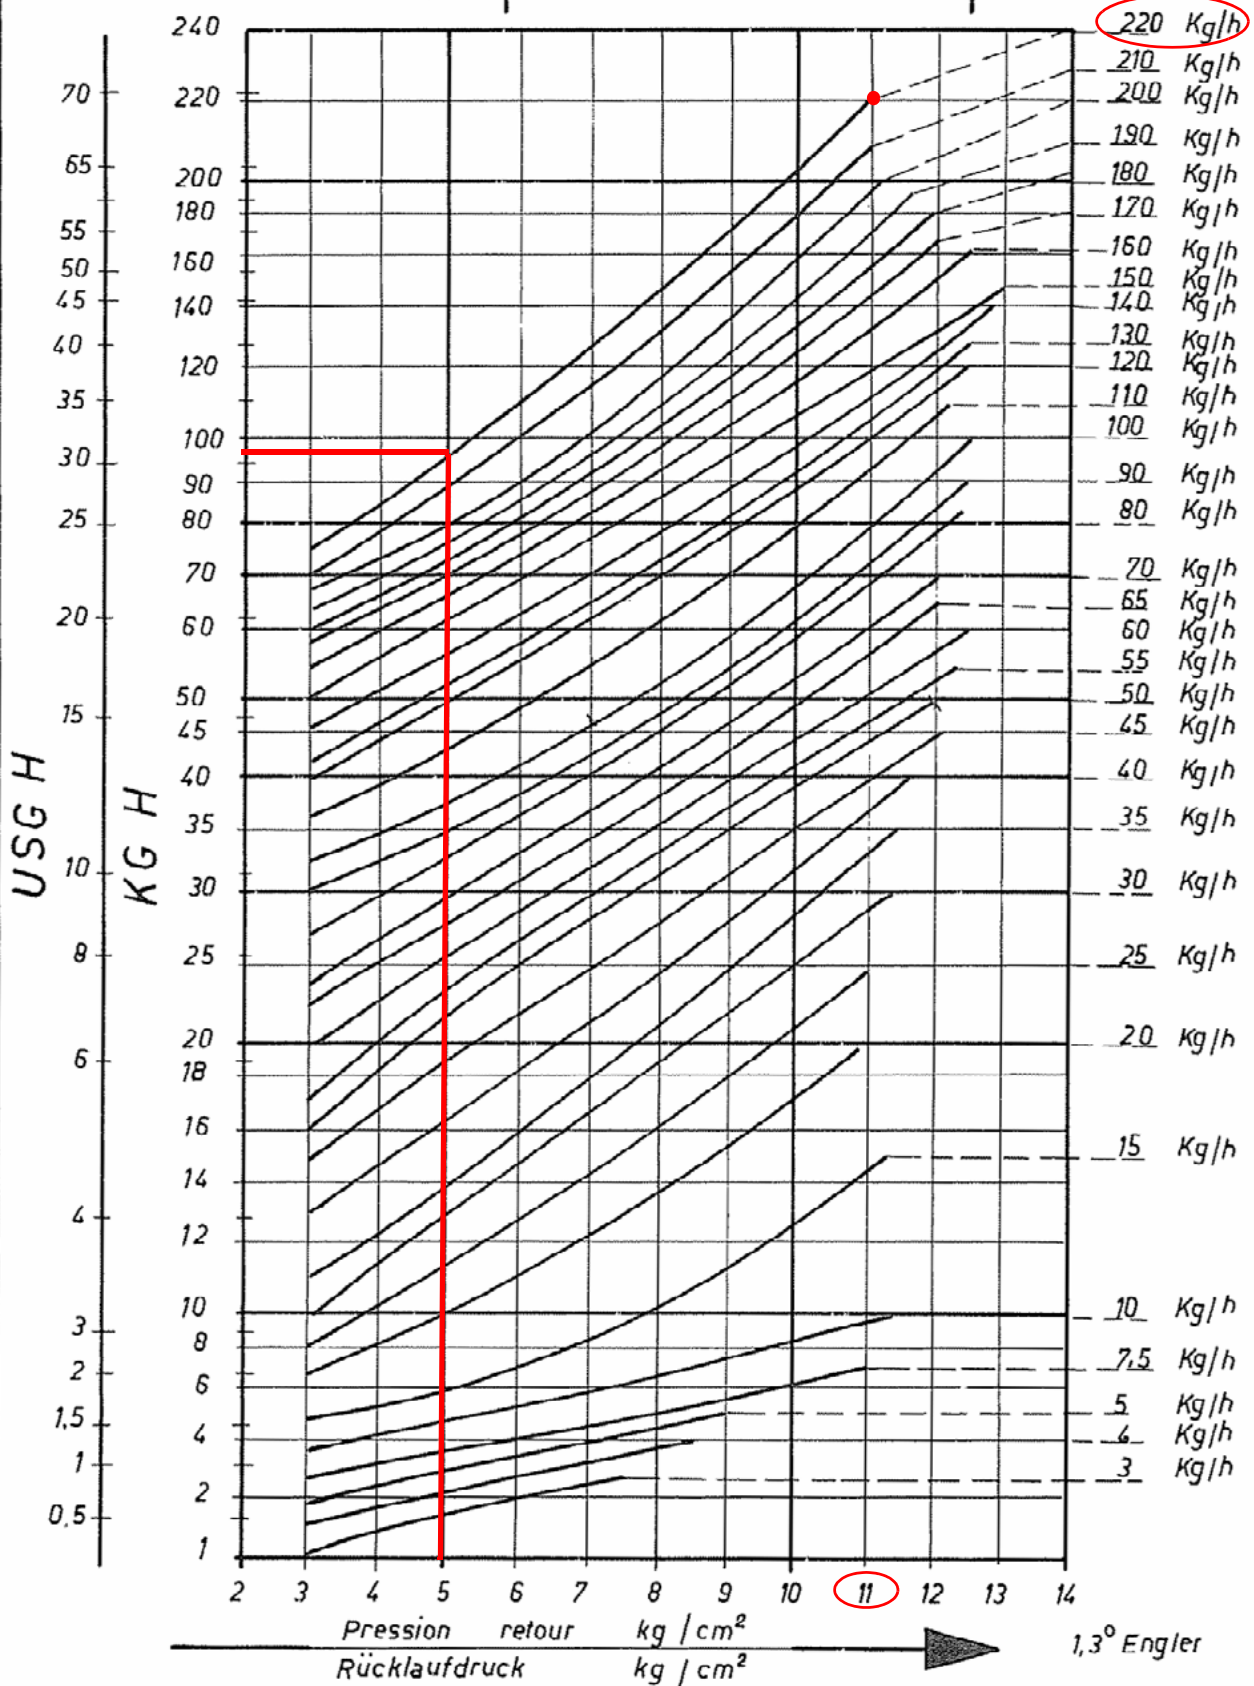
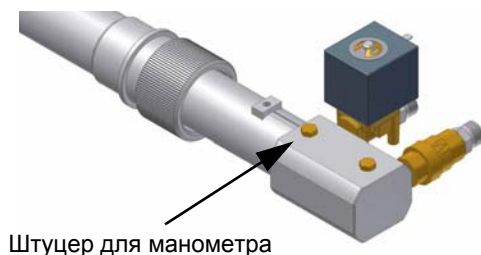
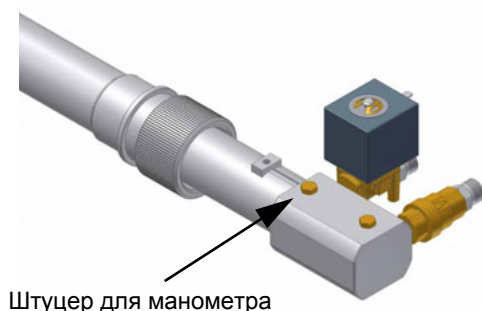

Рис. 16
Рис. 18
Рис. 21
Расход дизельного топлива регулируется за счет выбора форсунки (противопоточного типа), соответствующего мощности котла и типу применения размера, а также регулировки давления на прямом и обратном ходе жидкого топлива, согласно данных, указанных в таблице и на графике на Рис. 15 -Рис. 16 (для считывания давления - читайте последующие параграфы).
PG91 - PG92: Bergonzo A3 (Рис. 16)
Пример: если горелка укомплектована форсункой модели BERGONZO, с расходом, равным 220 кг/час, то максимальное давление обратного хода топлива регулируется примерно на 11 бар, имея на подаче давление в 20 бар: при таких условиях достигается расход в 220 кг/час. Если же необходимо на обратном ходе иметь давление, равное 5 барам, то нужно воздействовать на регулировочный винт V регулятора давления (см. следующий параграф). Получаемый расход будет составлять примерно 95 кг/час (см. пример, приведенный далее в графике форсунок BERGONZO - Рис. 16).
- 10 Давление питания форсунки уже отрегулировано заранее на заводе-изготовителе и не должно изменяться. Только в случае необходимости, отрегулировать давление питания (см. соответствующий параграф) следующим образом: установить манометр в положение, указанное на Рис. 18, воздействовать на регулировочный винт **VR** насоса (см. Рис. 17) до получения на форсунке давления в 20 бар или 25 бар (форсунки Bergonzo или Fluidics - см. график на Рис. 15-Рис. 16);
- 11 Давление питания форсунки уже отрегулировано заранее на заводе-изготовителе и не должно изменяться. Только в случае необходимости, отрегулировать давление питания (см. соответствующий параграф) следующим образом: установить манометр в положение, указанное на Рис. 21, воздействовать на регулировочный винт **VR** насоса (см. Рис. 20) до получения на форсунке давления в 20 бар или 25 бар (форсунки Bergonzo или Fluidics - см. график на Рис. 15-Рис. 16);